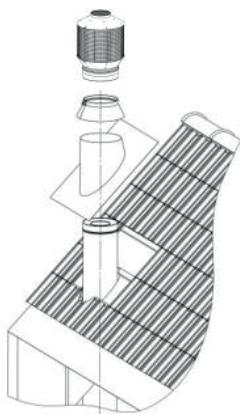

FIG 1: NIEUW TOPELEMENT OP SCHUIN DAK
- Nazicht en controle van de goede staat van de dakdoorgangen, in het bijzonder van de loodslab bij hellende daken (fig.1);